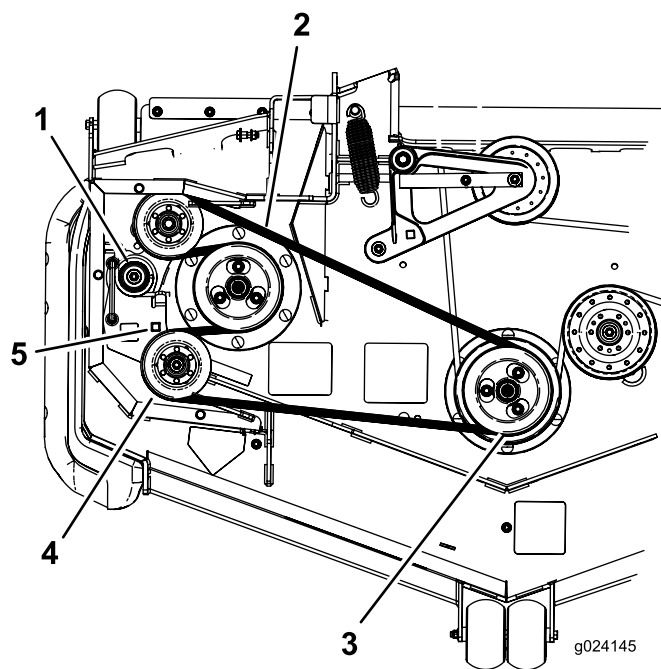

Figura 89
7. Inserite un cricchetto nel foro quadrato del braccio di rinvio per allentare la molla del tenditore (Figura 89).
8. Togliete la cinghia dalla puleggia del piatto di taglio (Figura 89).
9. Rimuovete la cinghia dalle pulegge restanti (Figura 89).
11. Utilizzando un cricchetto nel foro quadrato, allentate la molla e accompagnate la cinghia nuova attorno alla puleggia tendicinghia (Figura 89).